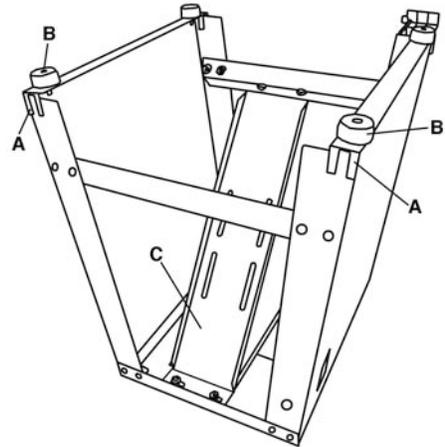

FIGURE 5
Pieds en caoutchouc - Placez les 4 plaques de support (A) Fig.5 des pieds en caoutchouc aux quatre coins du support, installez ensuite les pieds en caoutchouc (B) en utilisant des boulons hexagonaux et écrous hexagonaux.
Support du moteur - Assemblez la plaque de support du moteur (C) Fig.5 au support. Fixez un bout à la plaque du haut et l'autre bout au support de côté du côté opposé.